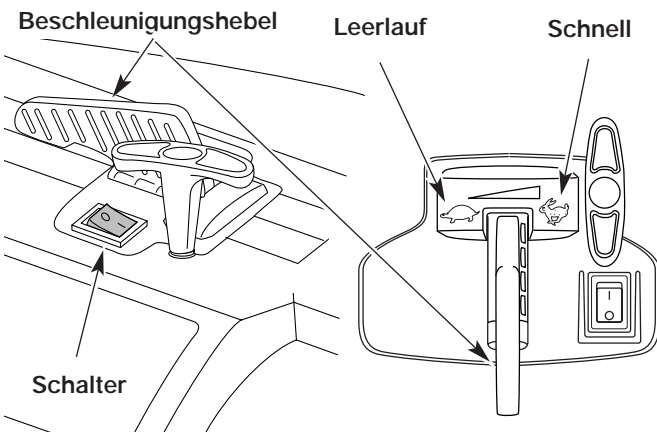
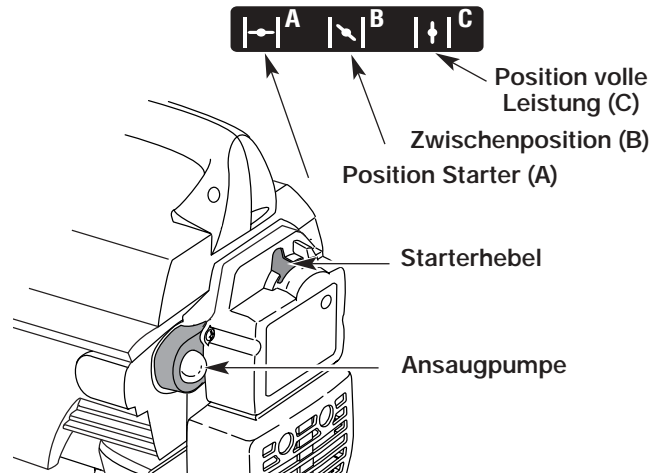
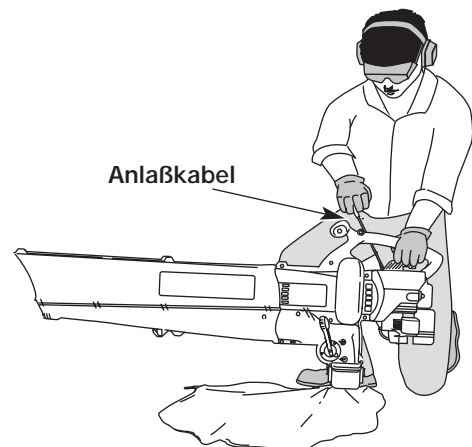

Abb. 10
Abb. 11
Abb. 12
**ANMERKUNG:** Der Zündschalter ist ein momentaner Schalter und befindet sich immer in der ON (I) Position (Abb. 10).
3. Langsam und vollständig die Ansaugpumpe 10 Mal drücken und wieder loslassen. Der Kraftstoff muß in der Pumpe sichtbar sein (Abb. 11). Ist dies nicht der Fall noch drei weitere Male drücken, bis der Kraftstoff zu sehen ist.
4. Den Starterhebel in die Starterposition (A) bringen (Abb. 11).
5. Das Gerät am Boden, den Beschleunigungshebel in die Position für schnelle Drehzahl schieben (Abb. 10).
6. Kräftig am Anlaßkabel ziehen (Abb. 12). Diese Bewegung wiederholen, bis ein Anlaßgeräusch des Motors zu hören ist (im allgemeinen nach 2 bis 5 Versuchen).
7. Den Starterhebel in die Zwischenposition schieben (B) (Abb. 11).
**ANMERKUNG:** In der Position Starter funktioniert das Gerät nicht (A).
8. Zum Anlassen des Motors 1 bis 3 Mal kräftig am Anlaßkabel ziehen (Abb. 12).
10. Den Motor während 5 bis 10 Sekunden warm laufen lassen. Den Starterhebel in die Position volle Leistung (C) schieben (Abb. 11).
**ANMERKUNG:** Den Starterhebel in die Position volle Leistung (C) schieben, wenn der Motor beim Anlaßversuch absäuft. Den Beschleunigungshebel in die Position für schnelle Drehzahl schieben (Abb. 10). Kräftig am Anlaßkabel ziehen. Der Motor muß nach 3 (drei) bis 8 (acht) Versuchen anspringen.
**ANMERKUNG:** Es ist nicht notwendig den Starter zu benutzen, wenn der Motor heiß ist. Den Gashebel in die Schnell-Position (Abb. 10) bringen (Abb. 10) und das Gerät mit Choke in der PARTIAL (B) Position starten (Abb. 11).
1. Den Beschleunigungshebel in die Leerlaufposition bringen (Abb. 10). Den Motor im Leerlauf abkühlen lassen.
2. Den Zündschalter drücken und in der STOP (0) Position halten, bis der Motor völlig zum Stillstand gekommen ist (Abb. 10).
1. Den Schalter auf AUS [O] stellen (Abb. 10) und warten bis der Rotor stillsteht.